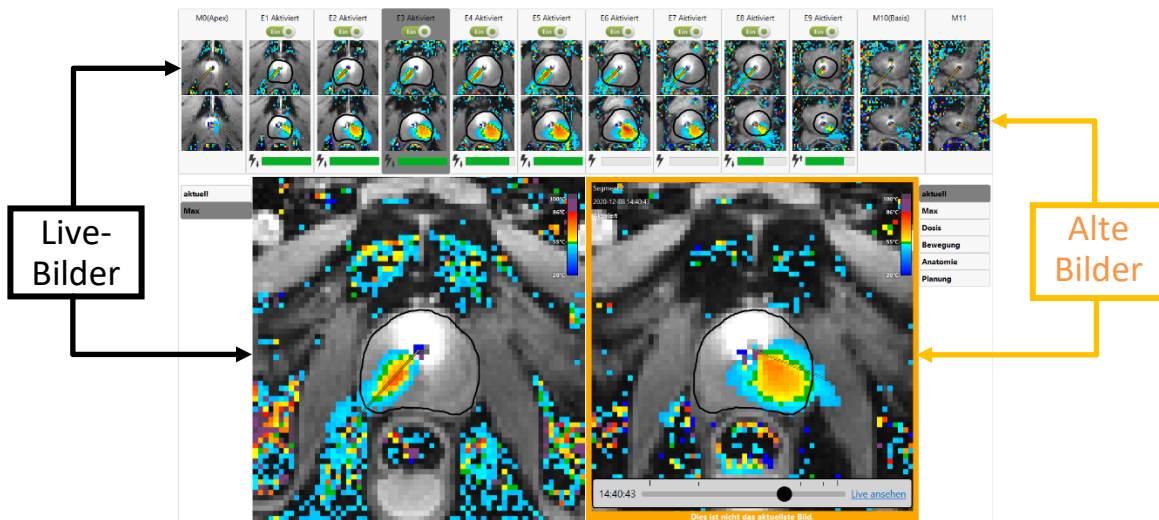

Abbildung 63: Nachricht „Dies ist nicht das aktuellste Bild“ unter dem Verlaufs-Schieberegler
**HINWEIS:** Wenn Sie Bilder von früheren Zeitpunkten betrachten, zeigt ein Rahmen um das rechte Bildfenster an, dass nicht die neuesten Bilder angezeigt werden (*Abbildung 63*). Eine gestrichelte Linie zeigt den Strahlwinkel zum vorherigen Zeitpunkt an. Um zum aktuellen Zeitpunkt zurückzukehren, klicken Sie auf **Live anzeigen** oder ziehen Sie den Verlaufs-Schieberegler, bis die gerahmte Nachricht verschwindet.